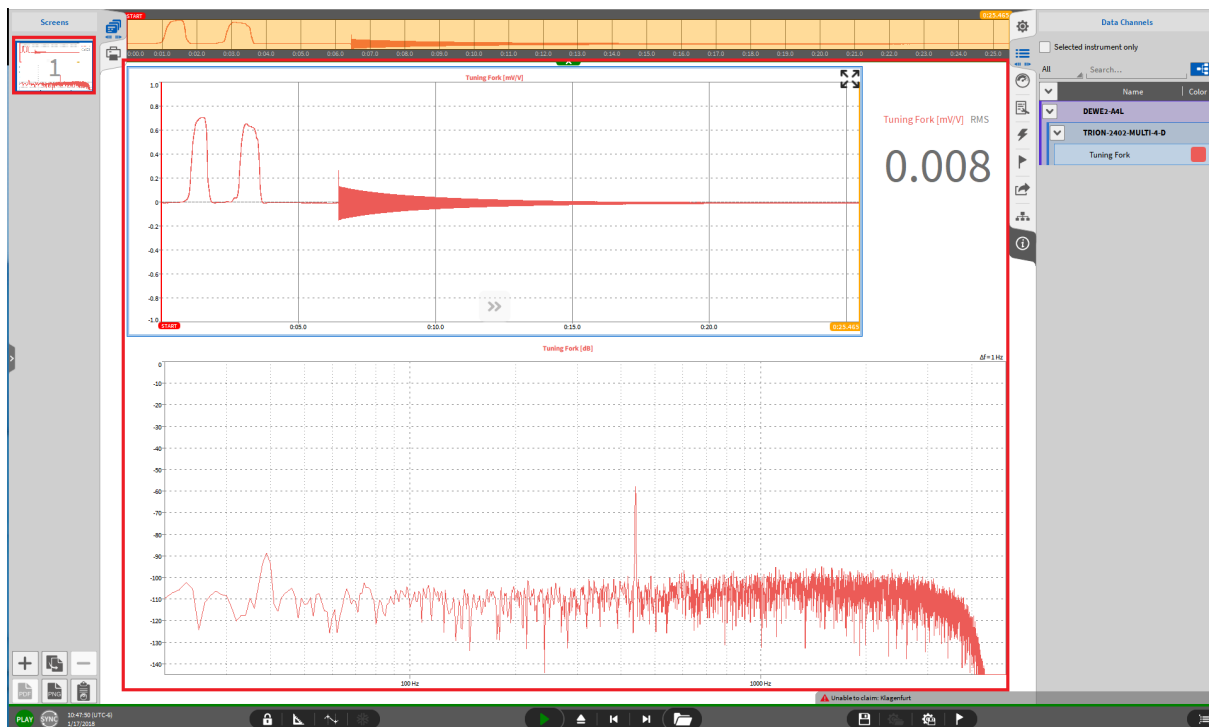

Abb. 14.2: Wählen des gewünschten Bildschirms, welcher in den Bericht kopiert werden soll
- Wählen Sie den gewünschten Messbildschirm im Bildschirm-Menü aus und zeigen Sie diesen an (siehe Abb. 14.2).